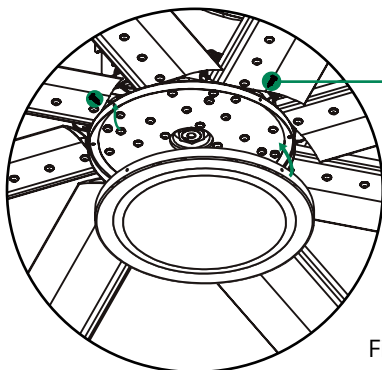

Fig. 11.2
11.2 Ahora alinee los cuatro orificios de la pieza más grande del plafón con los cuatro orificios de la pieza más pequeña e inserte los cuatro tornillos restantes del kit #11B de manera horizontal, como se muestra en la fig. 11.2